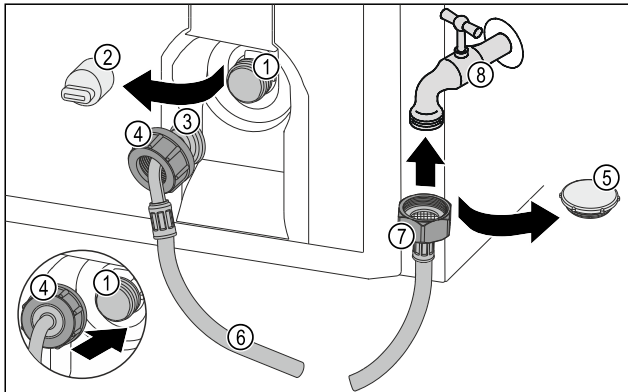

Fig. 45
- Verschlusskappe Fig. 45 (5) entfernen.
- Gerades Schlauchende Fig. 45 (7) am Wasserhahn Fig. 45 (8) ansetzen.
- Mutter am geraden Schlauchende Fig. 45 (7) im Uhrzeigersinn festziehen.